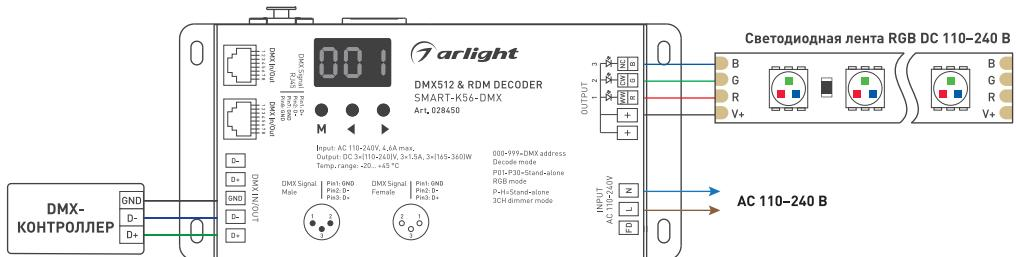

Рис. 1. Подключение декодера SMART-K56-DMX
- 3.2 Подключите контроллер согласно схеме (рис. 1).